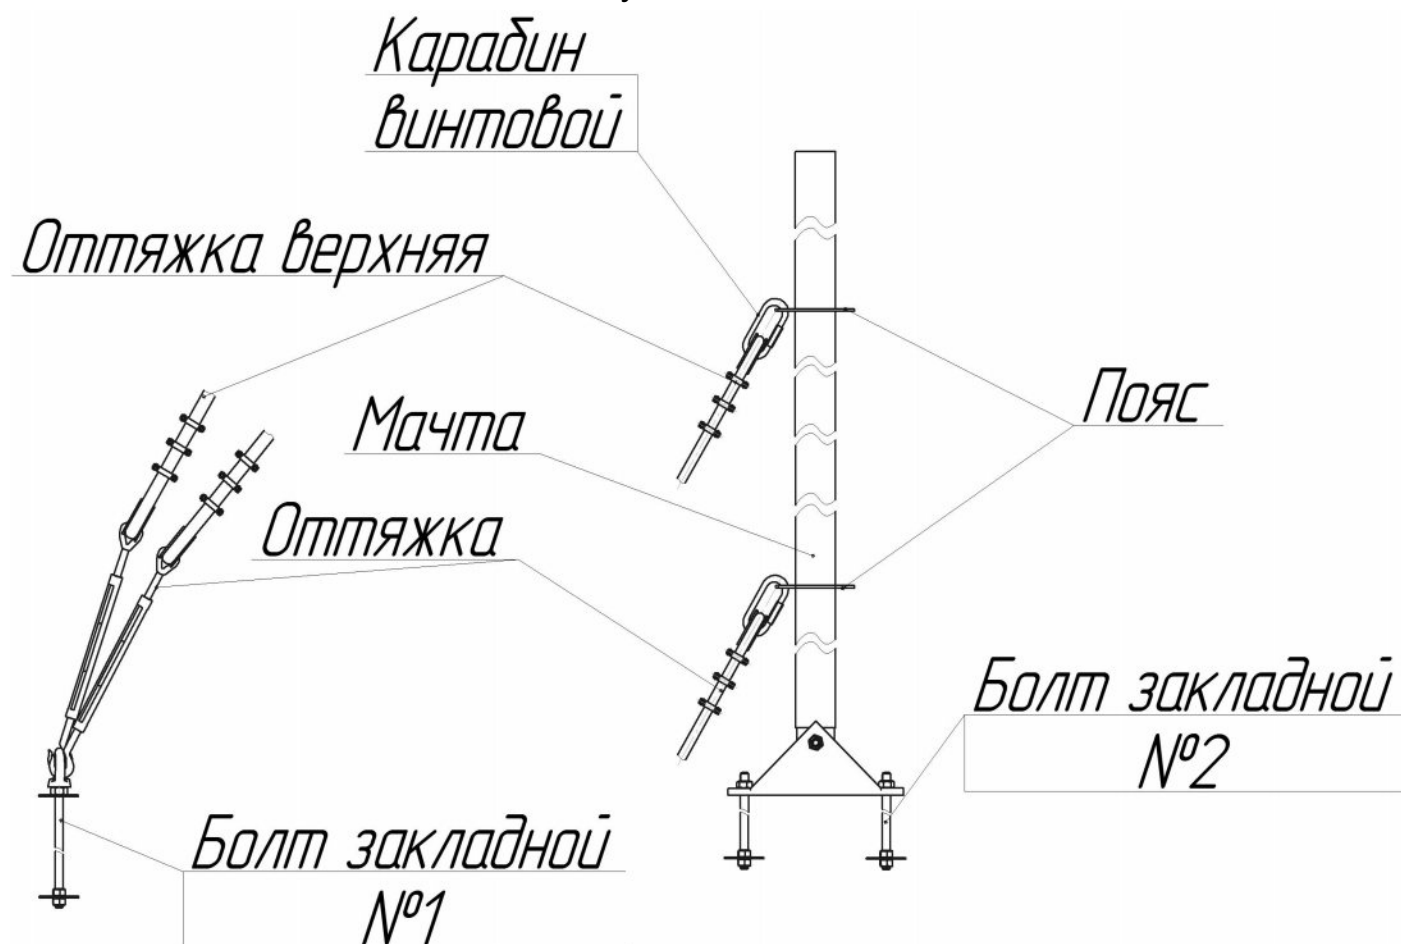

Рисунок 5 – Крепление оттяжек
4.4 В состав Комплекта входят три оттяжки длиной по 3,5 м и три оттяжки верхних длиной по 7,5 м. Конструкция оттяжки представлена на рисунке 4. Оттяжка состоит из троса \varnothing 4 мм, талрепа, винтового карабина. Один конец оттяжки соединяется с поясом при помощи винтового карабина - другой крепится к рым-гайке закладного болта с помощью талрепа (рисунок 5).
7.1.13 Закрепить оттяжки на поясе с помощью винтовых карабинов (рисунок 5). Остальные коленья собрать аналогично, второй пояс закрепить на соединительной втулке колена 6.